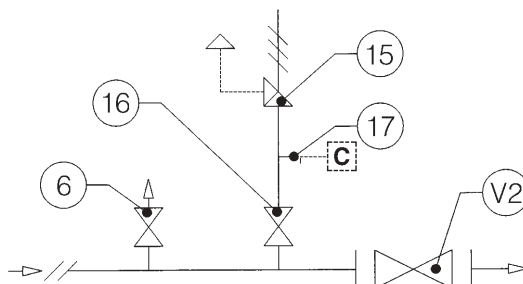

Рис. 6
3.1.2 УСТАНОВКА С ЗАПОРНЫМ КЛАПАНОМ (РИС. 6)